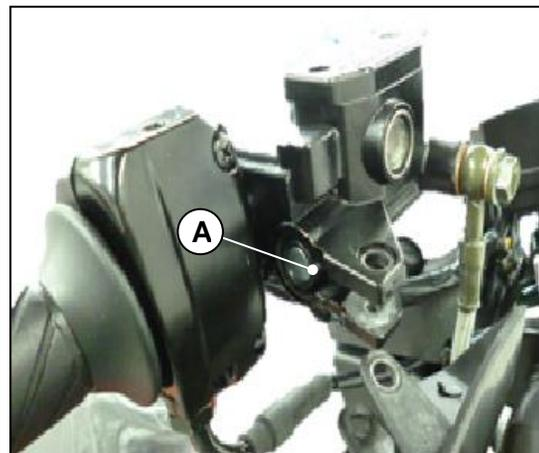

Fig. 4.13
Retire la bomba del manubrio y con especial cuidado el guardapolvo del pistón (A). Fig. 4.13